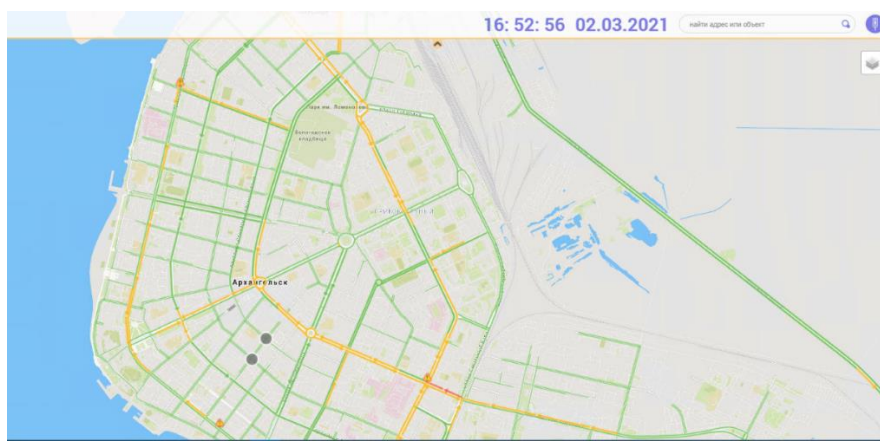

Рисунок 87. Отображение слоя пробок на карте
- кнопка светофор – реализована для отображения слоя пробок на карте (Рисунок 87).